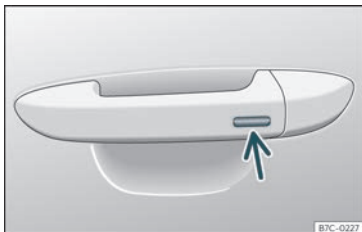

Fig. 91 Asa da porta:superficie sensora.
- Durante uns segundos, manteña un dedo na superficie sensora de bloqueo»» fig. 91 (frecha) da asa da porta para pechar o teito. Se deixa de tocar a superficie sensora, interrómpese a función de peche.